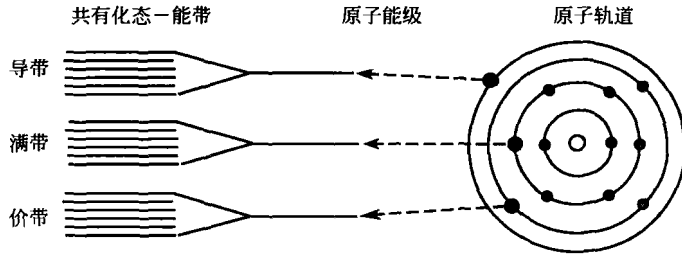

图 1.9 晶体能带图
• 晶体的能带 因为半导体材料中原子核外电子运动轨道与相邻原子共有化运动，即与相邻原子的轨道发生重叠现象，于是电子不属于某一个原子所占有，它甚至可以扩大到整个晶体中运动（类似金属中的电子），这样原子的能级就变成了能带。有的电子处在带顶，有的电子处在带底，有的电子处在带的中间。能带分为导带和价带。晶体能带图如图1.9所